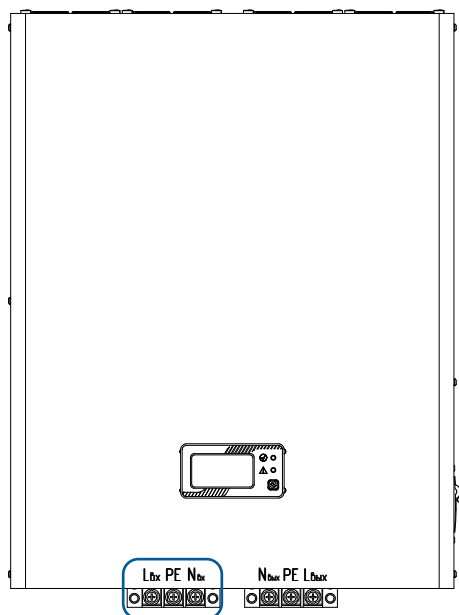

Рисунок 16. Стабилизатор BAXI Energy 10000. Выводы «Вход L-PE-N»
- у моделей BAXI Energy 10000 с помощью выводов «Вход L-PE-N» (**рисунок 16**).